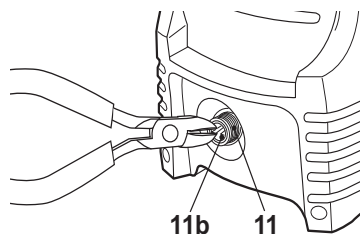

Rys. 20, lanca ciśnieniowa
- > Odczyścić otwór dyszy (1a) z brudu za pomocą igły do czyszczenia (13) (Rys. 20).